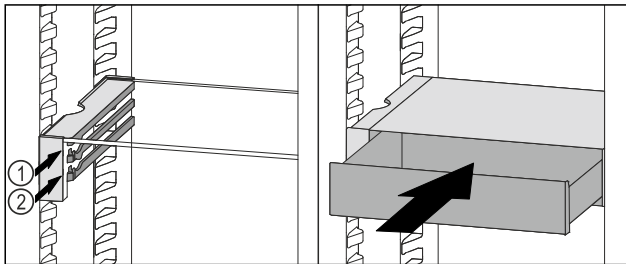

Fig. 103
- VarioSafe çekmecesini durdurucuların arkasında istediğiniz kademe çıkıntısı *Fig. 103 (1)* veya *Fig. 103 (2)* üzerine yerleştirin.